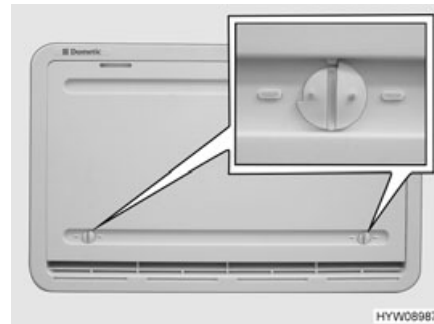

Fig. 105 Copertura invernale (griglia di aerazione del frigorifero)
Le coperture invernali (Fig. 105) proteggono il gruppo frigorifero dall'aria fredda. Posizionare le coperture invernali davanti a entrambe le griglie di aerazione del frigorifero quando la temperatura esterna scende al di sotto di +10 °C (sia per funzionamento elettrico che a gas).
- Aprire entrambi i bloccaggi (Fig. 105), la scanalatura risulterà orizzontale.